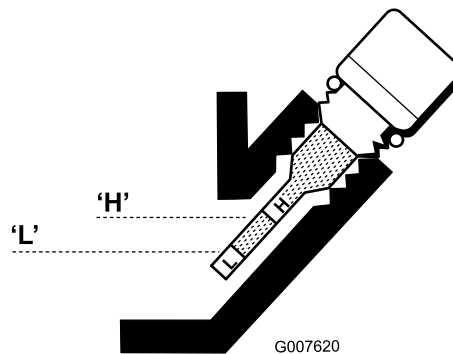

Figura 35
6. Se il livello è basso, aggiungete solo l'olio sufficiente ad alzare il livello fino a quando non è compreso tra i segni "H" (alto) e "L" (basso) sull'asta di livello (Figura 35). Controllate il livello dell'olio.